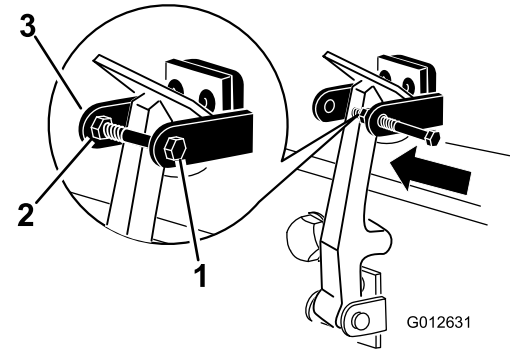

Figure 6
- Vissez le boulon dans l'autre bras du support de loquet du capot pour bloquer le loquet en position (Figure 6). Serrez le boulon mais pas l'écrou.